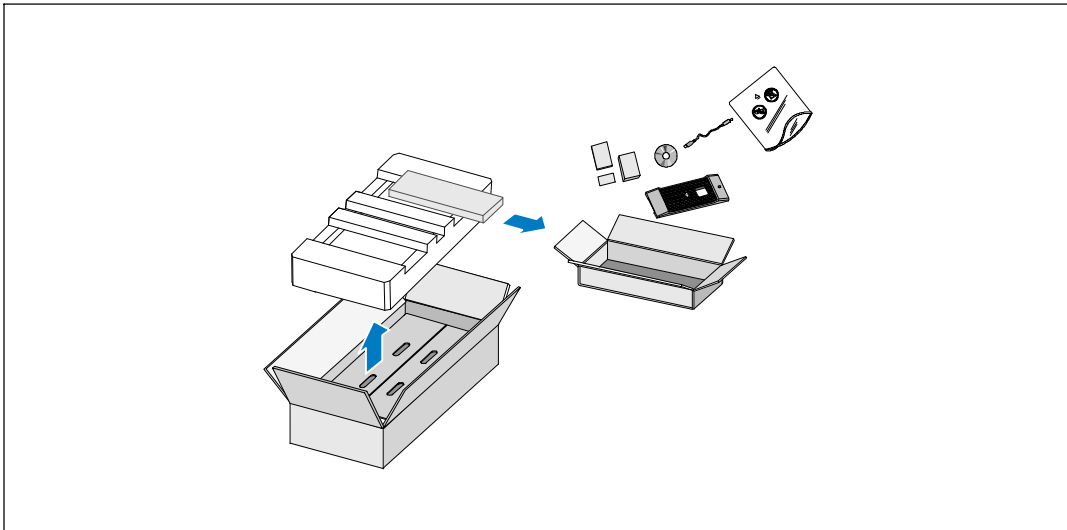

Abbildung 2. Auspacken des Systems
- 1 Öffnen Sie den äußeren Karton, und nehmen Sie die mit dem Gehäuse zusammen verpackten Zubehörteile heraus (siehe Abbildung 2).